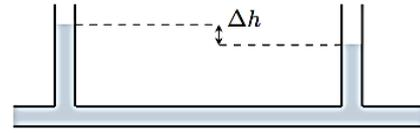

Figure 4 – Mesure de perte de charge.
- 5 - Sur la canalisation horizontale on place deux tubes verticaux remplis d'eau séparés de 10 m. On mesure une différence de hauteur d'eau $\Delta h = 2,0$ cm, voir figure 4. En déduire la perte de charge linéaire due au tuyau d'alimentation.